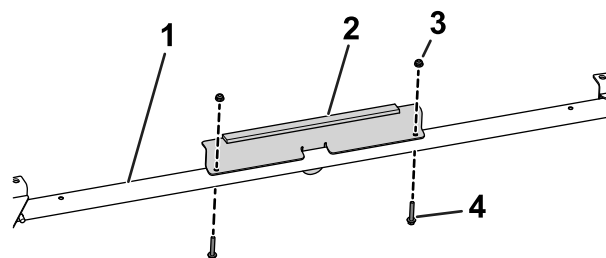

Figura 37
11. Utilizezi 2 uruburi cu guler i cap hexagonal (1/4 x 1 1/2") i 2 piulie (1/4") pentru a fixa suportul frontal la bara transversală frontală (Figura 37).